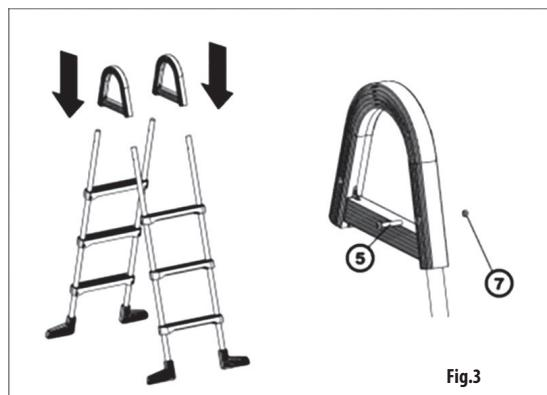

Fig.3
Introduisez les échelles montées dans les arcs (2) (**Fig. 3**), bloquez-les à l'aide des vis correspondantes (5). Faites attention à ce que leur orientation (les têtes des vis devraient être orientées « vers l'extérieur » de l'échelle).